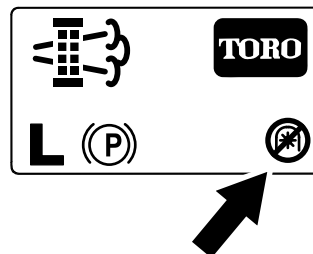

Figure 53
**Remarque:** L'écran d'accueil affiche l'icône de désactivation de la PDF (Figure 53).
**Remarque:** L'écran d'accueil affiche l'icône de désactivation de la PDF ; voir Figure 53 et Messages de régénération en stationnement \(page 48\).